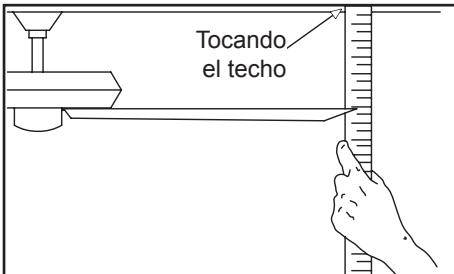

Figura 14
2. La mayoría de los problemas de oscilación del ventilador se deben a que las aspas no están al mismo nivel. Verifica este nivel seleccionando un punto en el techo sobre la punta de una de las aspas. Mide desde un punto en el centro de cada aspa al punto en techo. Mide esta distancia como muestra la Figura 14. Gira el ventilador hasta que la siguiente aspa quede en posición para medir. Repite el procedimiento para cada aspa. Las desviaciones de la medición no deben pasar de $1/8"$ (3.2 mm). Enciende el ventilador por 10 minutos.